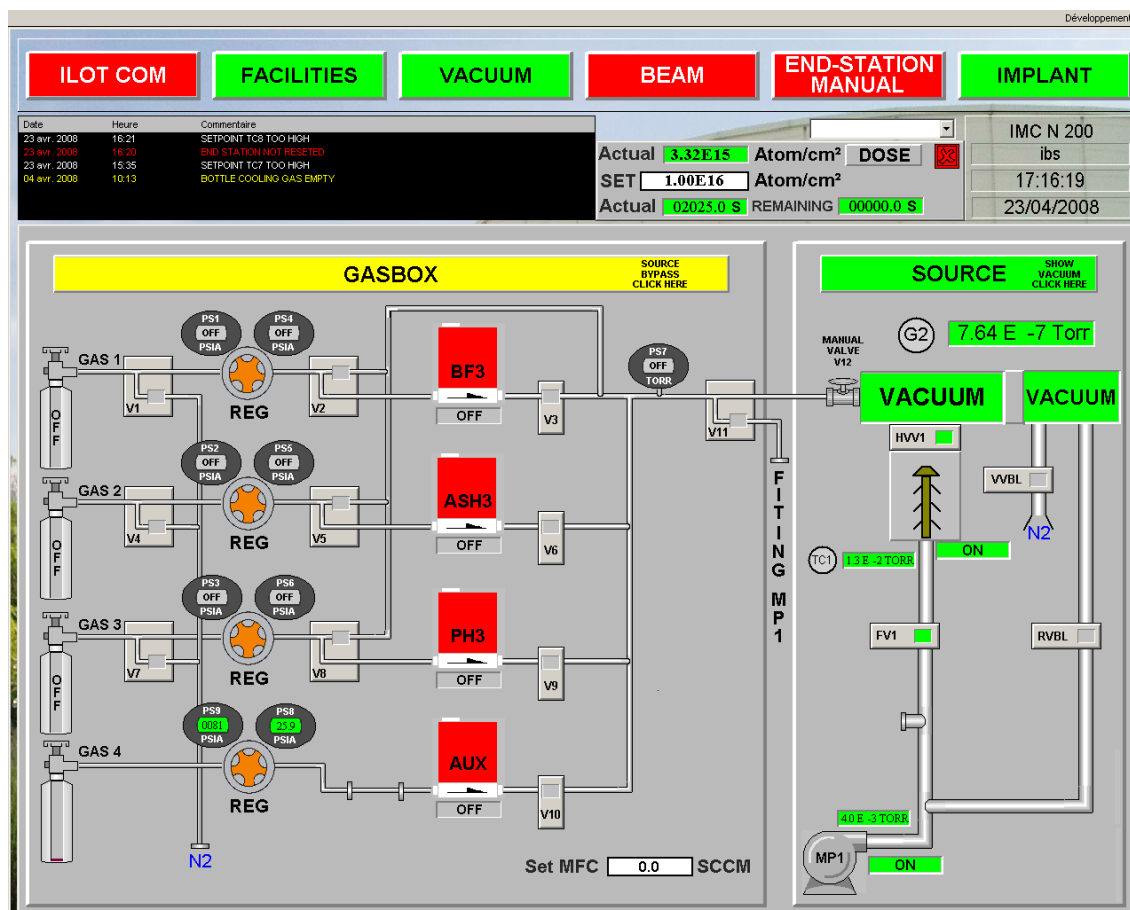

Figure 15: Synoptique de la gazbox
- Choisir le gaz: "SHOW GAS BOX" (Figure 15)